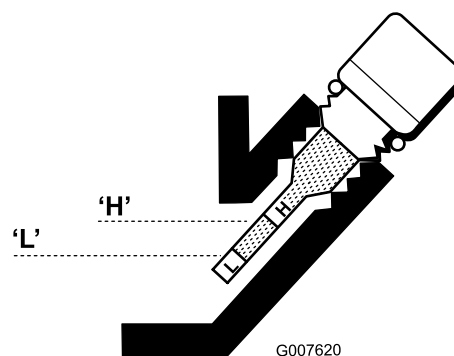

Figura 27
3. Tergete il misuratore e inseritelo nel foro del bocchettone; non avvitatelo nel foro. Estratelo, e verificate il livello dell'olio. Se il livello è basso, rabboccate soltanto fino a raggiungere la posizione intermedia tra "H" e "L" sull'asta di livello (Figura 27). Controllate di nuovo il livello dell'olio. Non riempite troppo.